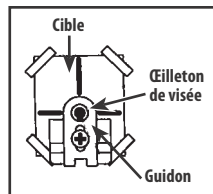

Fig. 7B
- La hausse peut également être réglée pour tirer vers la droite ou la gauche (dérive). Desserrez la vis de réglage de la dérive en la tournant dans le sens inverse des aiguilles d'une montre. Déplacez la hausse vers la droite pour que le point d'impact du plomb aboutisse plus à droite sur la cible. Déplacez la hausse vers la gauche pour que le point d'impact du plomb aboutisse plus à gauche sur la cible. Resserrez ensuite la vis de réglage de la dérive en la tournant dans le sens des aiguilles d'une montre (Fig. 7B).